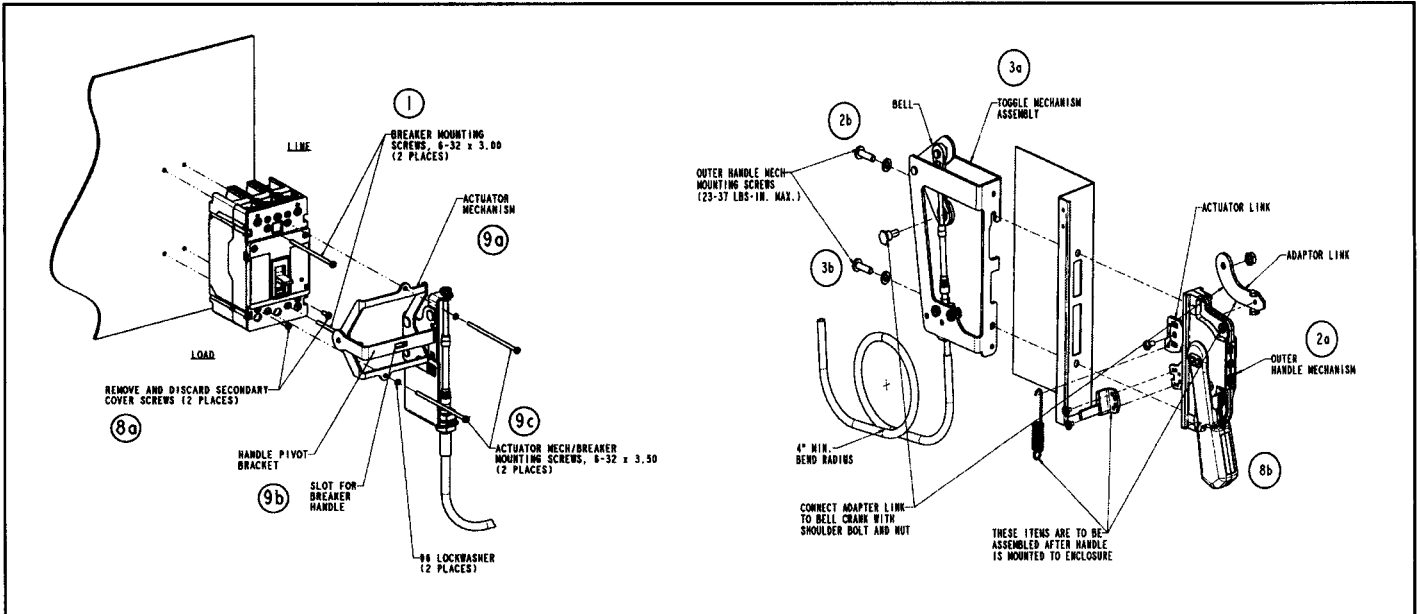

図 1-1： アクチュエータメカニズムのブレーカへの固定、およびトグルメカニズムとハンドルのエンクロージャへの固定
特に明記していない限り、組立て手順については図 1-1 を参照してください。
8. 図 1-1 に示すように、2 個の補助カバーねじを取外します。このねじは廃棄してください。ブレーカがトリップ位置にあることを確認します。アクチュエータメカニズムを取り付けやすくするために、外部ハンドルメカニズムをトリップ位置にします。
9. アクチュエータメカニズムをブレーカの前面付近に配置します。図 1-1 を参照してください。スロットにブレーカのハンドルがはまるようにハンドル・ピボット・ブラケットを調整します。図で示しているように、2 個のアクチュエータメカニズム / ブレーカ用の 6-32 × 3.50 取付けねじと止めワッシャを慎重に締めます。